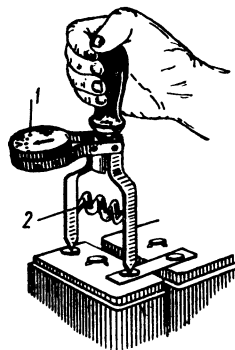

Рис. 126. Проверка степени заряженности аккумулятора
5. Степень заряженности аккумулятора проверяют нагрузочной вилкой (рис. 126), которая состоит из вольтметра 1 с нагрузочным сопротивлением 2 в $0,015—0,02 \text{ ома}$. Если аккумулятор заряжен, то при включении нагрузочной вилки в течение 5 сек вольтметр должен показывать устойчивое напряжение $1,85—1,80 \text{ в}$. Определите, какой ток идет через нагрузочное сопротивление вилки, равное $0,015 \text{ ом}$, если вольтметр показывает напряжение $1,85 \text{ в}$. Какое количество электричества протекает через вилку в течение 5 сек .